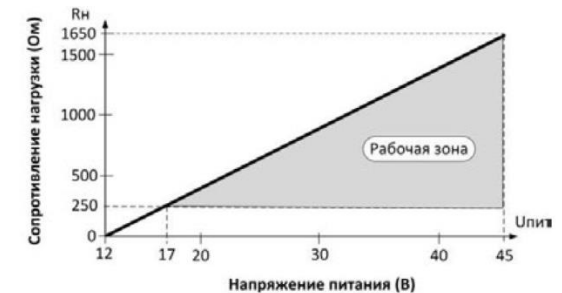

Рисунок 6. График ограничений по выбору сопротивления нагрузки (R_H), в зависимости от напряжения питания ($U_{пит}$).
3.2. Электрическое питание прибора ($U_{пит}$) общепромышленного и взрывозащищенного исполнения (взрывонепроницаемые оболочки «d») осуществляется от источника питания постоянного тока напряжением от 17 до 44 В. При этом допускаемое сопротивление нагрузки (R_H) для выходного сигнала 4...20 мА должно быть в пределах от 250 до 1650 Ом (рис. 6). Выходные сигналы и параметры питания представлены в таблице 1.